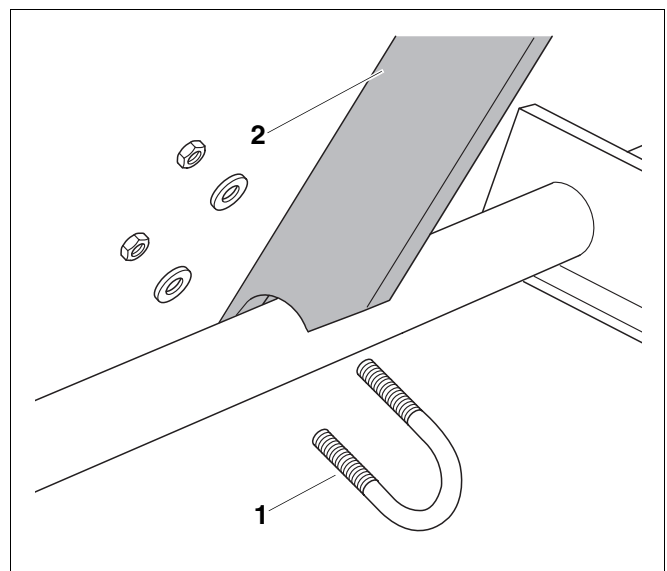

Abb. 7 Kollektorabstützung verschrauben
- Setzen Sie die Stütze auf das Rundrohr (Abb. 7).
- Befestigen Sie die Stütze (Abb. 7, **Pos. 2**) vorne und hinten mittels beiliegender Bügelschrauben (Abb. 7, **Pos. 1**).